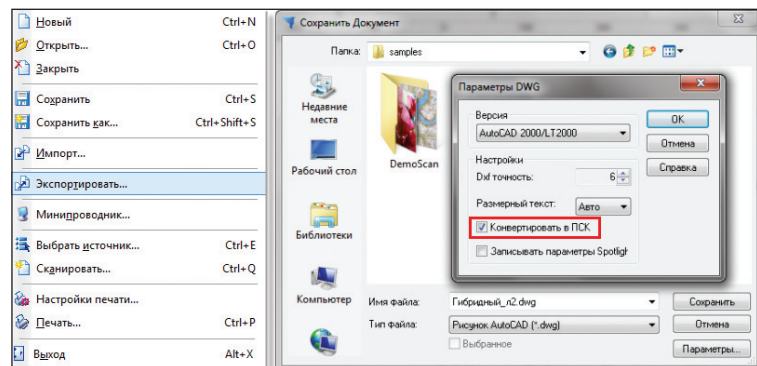

Рис. 24. Диалог команды Экспортировать
- добавлен отдельный файловый канал DWG с возможностью конвертирования в ПК. Канал подключен к команде *Экспортировать* (рис. 24);